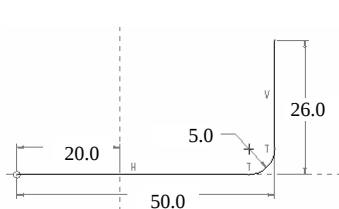

图 11.2.3 截面草图
(2) 定义草绘平面。选取 **RIGHT** 基准平面作为草绘平面。
(3) 草绘平面的定向。
① 指定草绘平面的参考平面。先在“草绘”对话框的“参考”文本框中单击，再单击图形区中的 **FRONT** 基准平面。
② 指定参考平面的方向。单击对话框中 **方向** 后面的  按钮，在弹出的列表中选择 **底部** 选项。
(4) 单击对话框中的 **草绘** 按钮。这时系统进行草绘平面的定向。从图中可看到，现在草绘平面与屏幕平行放置，并且 **FRONT** 基准平面橘黄色的一侧面朝向屏幕的底部。至此系统就进入了截面的草绘环境。
Step5. 创建特征的截面草绘图形。拉伸特征的截面草绘图形如图 11.2.3 所示，创建特征截面草绘图形的步骤如下：
(1) 定义草绘参考。在进入 **Creo2.0** 的草绘环境后，系统会自动为草图的绘制和标注选取足够的参考（如本例系统默认选取了 **TOP** 和 **FRONT** 基准平面作为草绘参考），所以系统不再自动打开“参考”对话框。在此不进行操作。
(2) 创建截面草图。绘制并标注图 11.2.3 所示的截面草图。完成绘制后，单击“草绘”工具栏中的“确定”按钮 。